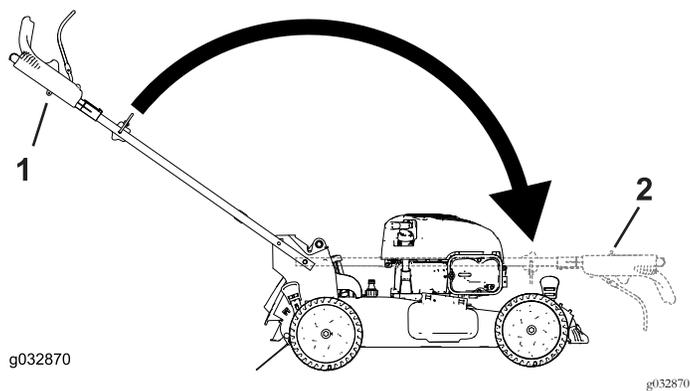

Figura 28
1. Manopola della stegola (2) 2. Vite a testa tonda (2)
2. Piegate la stegola, ruotandola in avanti (Figura 28).